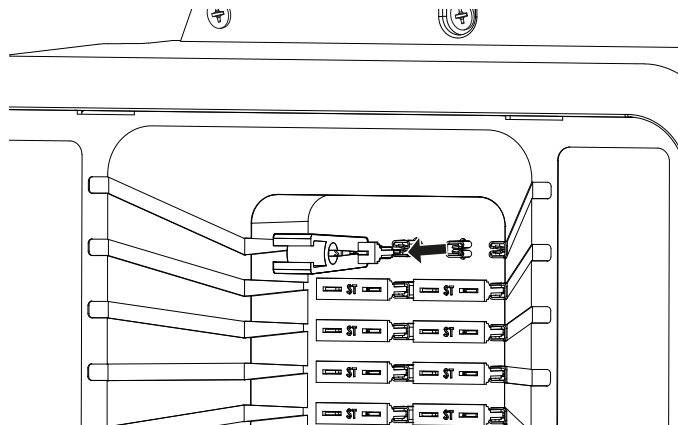

Abb. 4
- Mit der Sicherungszange die entsprechende Sicherung herausziehen (Abb. 4).